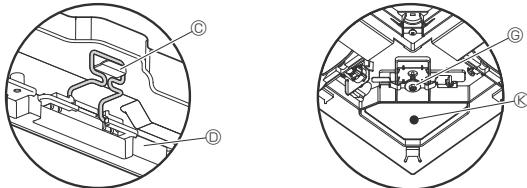

Fig. 7-7
- После затяжки винта убедитесь, что два крючка решетки (Fig. 7-7) зафиксированы на крючках на основном блоке.